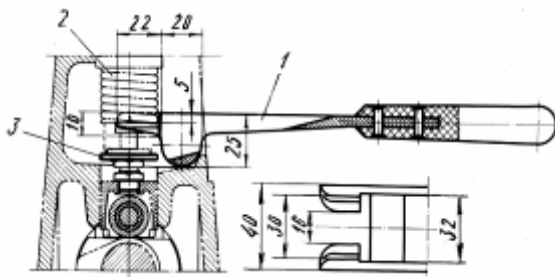
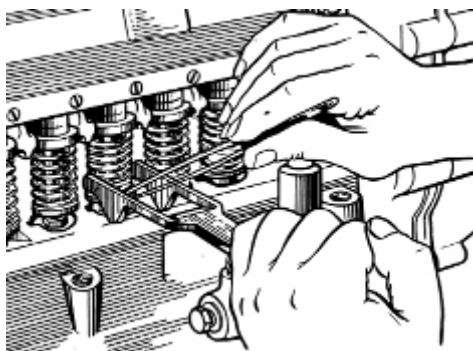

Рис. 91. Рычаг для снятия тарелки толкателя:
Рис. 92. Снятие тарелки толкателя
- 2 При помощи специального рычага (рис. 91) сжать пружину толкателя и извлечь нижнюю тарелку толкателя (рис. 92).